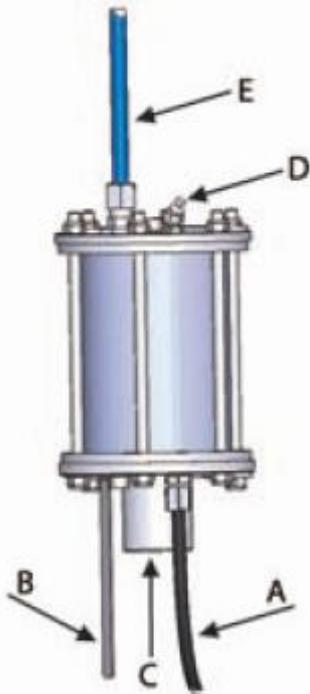
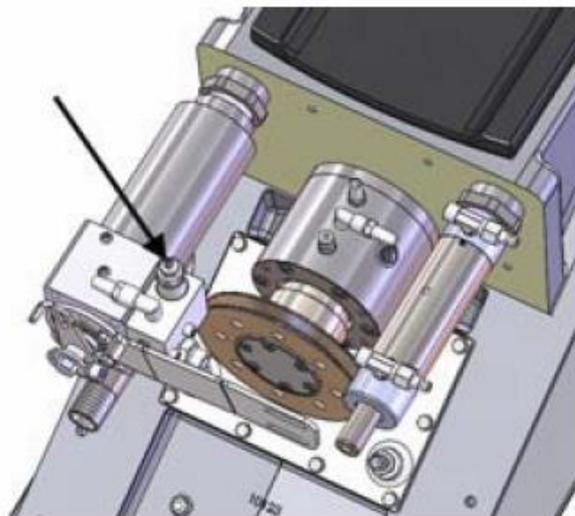
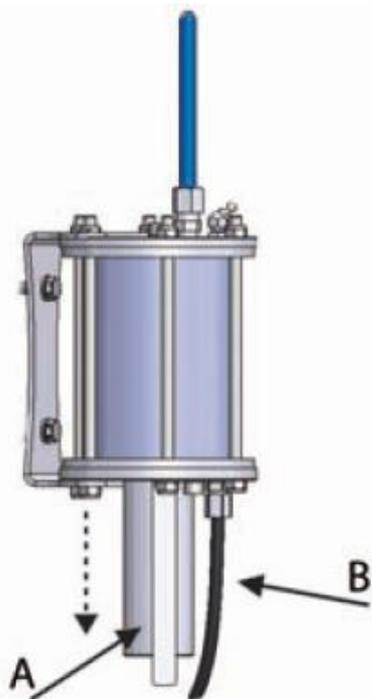

Figura 20. Unità di lubrificazione automatica
Figura 21. Regolazione dell'unità di lubrificazione automatica
Figura 22. Gamma di movimento del pistone dell'unità di lubrificazione automatica
L'unità di lubrificazione automatica (Figura 20) fa diminuire gli intervalli di manutenzione in quanto fornisce grasso al cuscinetto posteriore ogni volta che l'albero entra in rotazione ed impedisce all'acqua di entrare nella cassa in caso di perdite. La quantità di grasso viene regolata da una vite posta sul cilindro idraulico che mette in tensione una molla (Figura 21). Allentando la vite la quantità di grasso diminuisce.
Notare le lunghezze del tubo di pressione dell'olio e del tubo del grasso. Il tubo di pressione olio (Figura 22, punto B) non deve essere stretto. Accertarsi che il pistone (Figura 22, punto A) si possa muovere liberamente in quanto esso produce la lunghezza della scala quando il serbatoio è pieno.
- Se l'unità di lubrificazione automatica preleva troppo grasso (il serbatoio si svuota velocemente) ridurre la pressione allentando la vite (Figura 21).
- Se l'unità di lubrificazione automatica non invia grasso al cuscinetto posteriore (basse temperature o grasso troppo viscoso) aumentare la pressione avvitando la vite (Figura 21).
Si può riempire il serbatoio con un ingrassatore attraverso il raccordo (Figura 20, punto D). Quindi il pistone (Figura 22, punto A) lo spingerà fuori dal serbatoio.